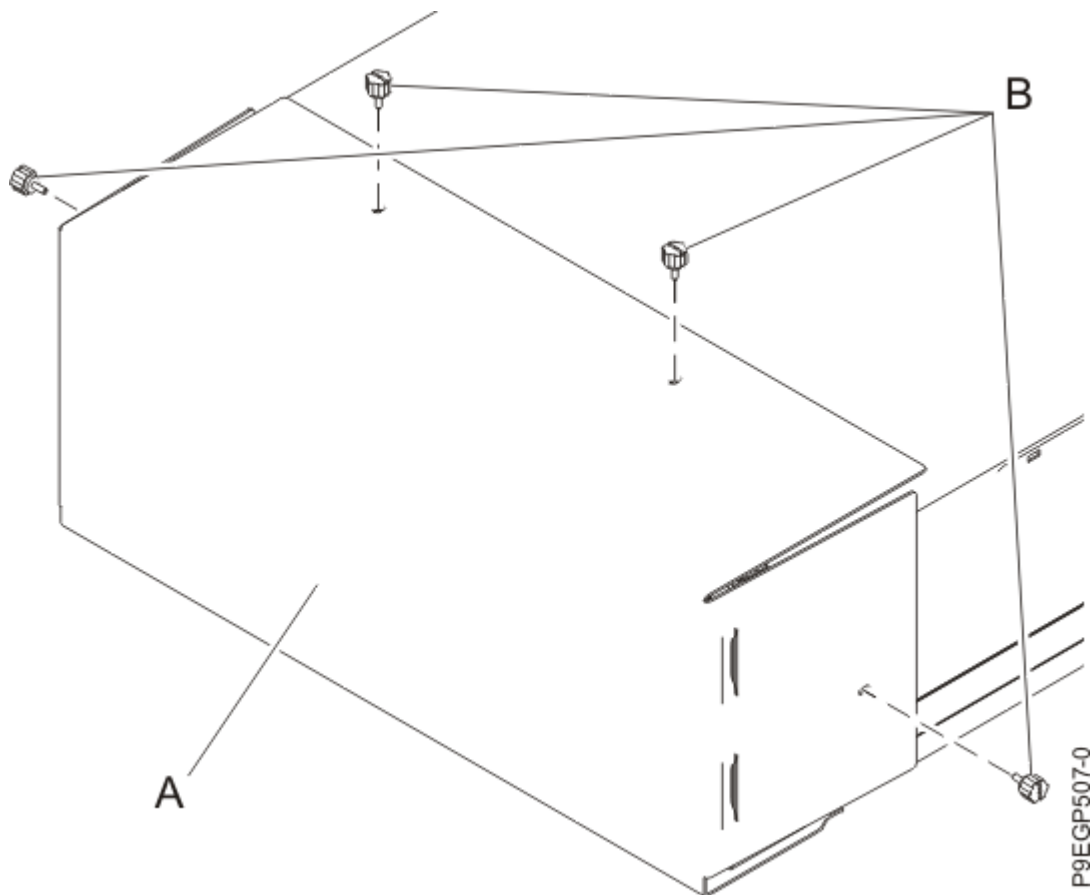

Figura 7. Removendo a Cobertura de Remessa
2. Remova os quatro parafusos de orelha **(B)** que são usados para prender a tampa de remessa **(A)** à parte traseira da gaveta, conforme mostrado em Figura 7 na página 12. Remova a cobertura de remessa.